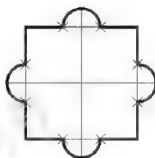

图3-77
**步骤2:** 在工具栏中单击“多段线”按钮,根据提示绘制图形,最终效果如图3-77所示。